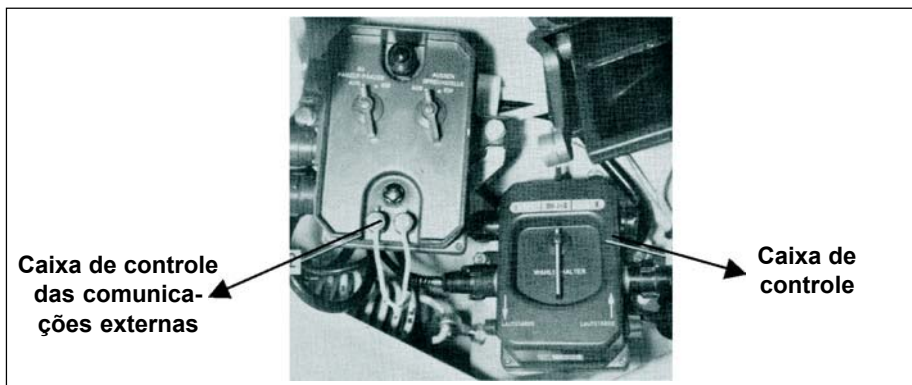

Fig 3-10. Caixas de controles
(5) Caixas de controles. (Fig 3-10)